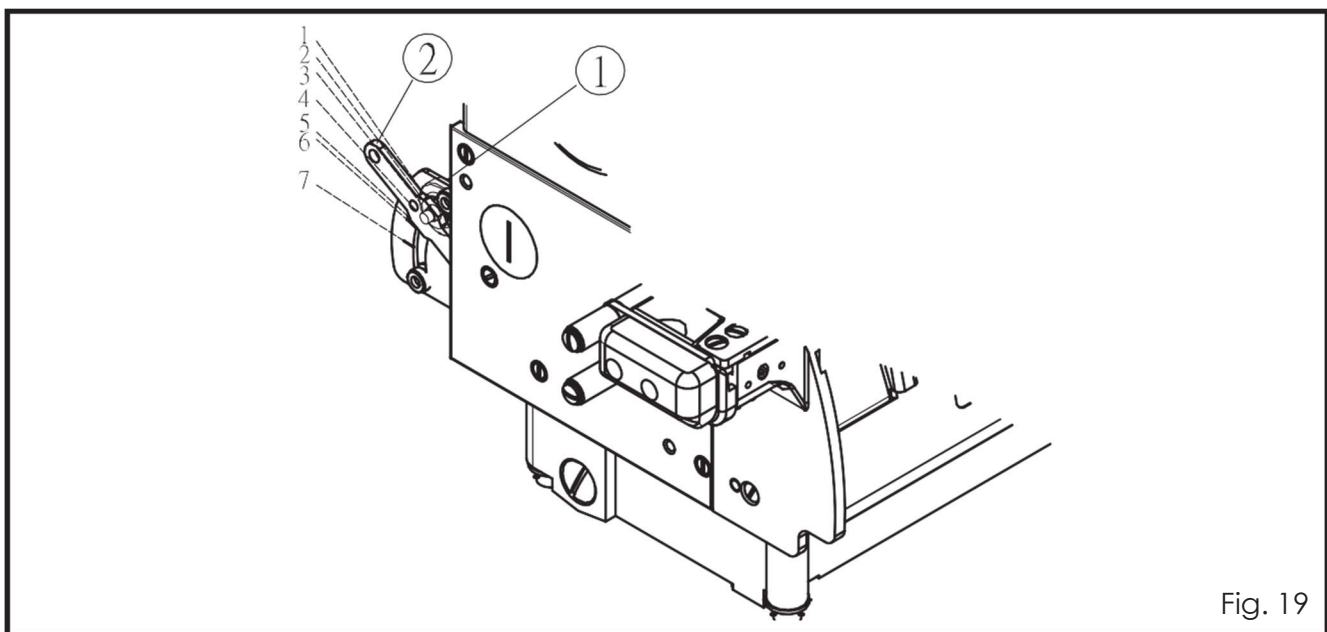

Fig. 19
1. Solução de Ajuste 1: Solte a porca de ajuste ①. Ajuste a haste de ajuste ② para baixo irá encolher o tecido, onde assim que mover-se para cima irá estender o tecido. Aperte a porca de ajuste ① depois de finalizar o ajuste. (Fig.19) (Tabela 3)